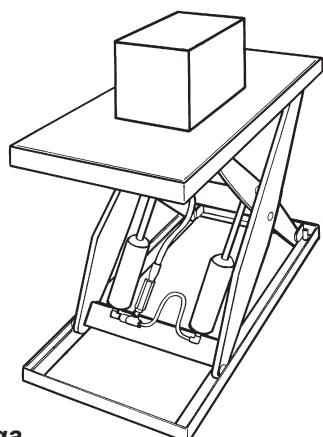

Figura 4 – Centrar la carga
- Coloque la carga en el centro de la mesa de elevación, como se muestra en la Figura 4.